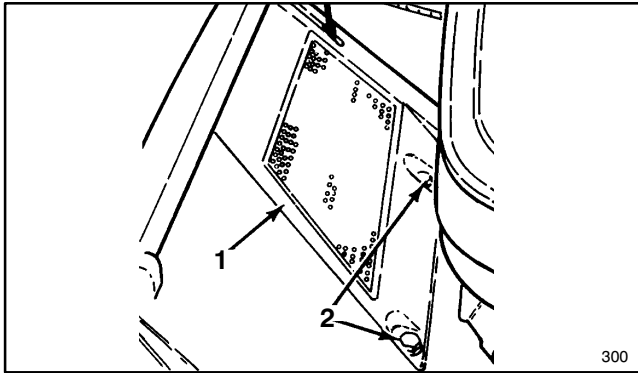

Figure 30
2. Retirez les deux (2) vis qui retiennent l'écran au carter de la tondeuse (fig. 30). Retirez le panneau écran.